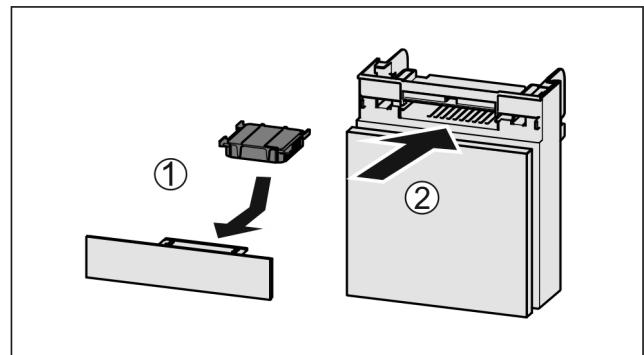

Fig. 190
- Aktivkohlefilter nach Abbildung einsetzen Fig. 190 (1).
- Fach einschieben Fig. 190 (2).